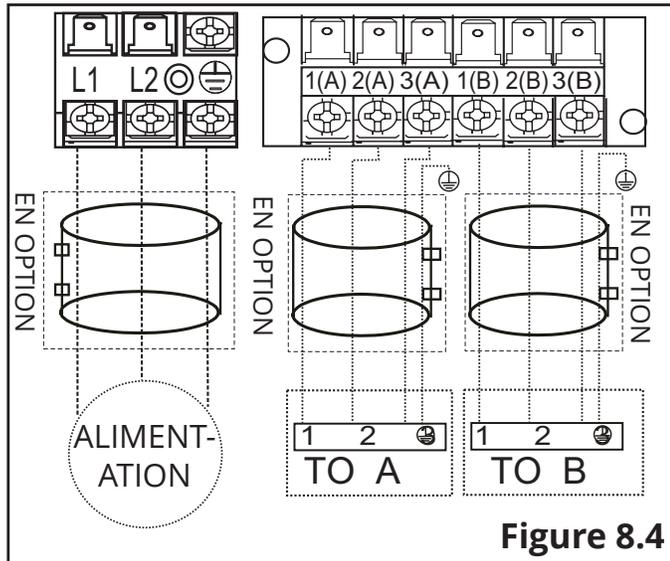

Figure 8.4
Raccordez les câbles de connexion aux bornes, comme identifié par les schémas et illustrations des pages suivantes, avec leurs numéros correspondants sur le bornier des unités intérieures et extérieures. Assurez-vous que toutes les vis et tous les fils sont bien fixés au bornier. Par exemple, dans les modèles américains illustrés sur la figure de la page suivante, la borne L1(A) de l'unité extérieure doit être connectée à la borne 1 de l'unité intérieure. Continuez à faire correspondre la zone à la zone pour toute connexion supplémentaire. Voir les schémas de câblage des pages suivantes pour chaque type de système multi-zone (figures 8.4 - 8.7 de la page suivante) et prendre note des précautions suivantes :
- Tout le câblage doit être effectué conformément aux schémas de câblage présentés dans les figures. 8.4 - 8.7 et démontré dans les images montrées ici.